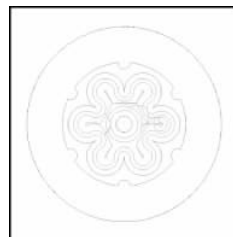

图 5-70 使用岛屿挖槽路径
(14) 单击“确定”按钮,产生的刀具路径如图 5-70 所示。